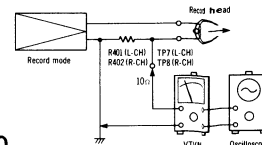

Fig. 20
1. Branchez les appareils comme ci-dessous (voir fig. 20). 2. Placez l'appareil en position enregistrement, le sélecteur de bande sur "normal" (pour bande normale). 3. Lisez la tension sur le voltmètre électronique et calculez le courant de prémagnétisation selon la formule. Courant de prémagnétisation (A) = Tension lue sur voltm. élec. (V) 10(Ω) Autour de 2,2mA (position Metal) Autour de 1,6mA (position CrO₂) Autour de 1,3mA (position Fe-Cr) Autour de 1,1mA (position Normale) 4. Réglez VR401 canal gauche et VR402 (canal droit).
H Vormagnetisierung Bedingung: * Vormagnetisierungsregler: Zentrum * Aufnahme * Wenn die Vormagnetisierung eines Kanals eingestellt ist, kann die des anderen durchaus abweichend sein. Meßgerät: * Röhrenvoltmeter * Oszillograf	1. Den Meßaufbau zeigt Fig. 20. 2. Gerät auf "Aufnahme" und Band schalten. 3. Spannung vom Röhrenvoltmeter messen und nach folgender Formel berechnen: $\text{Vormagnetisierungsstrom (A)} = \frac{\text{Spannung am Röhrenvoltmeter}}{10 \text{ (Ohm)}}$ 4. VR401 (linker Kanal) und VR402 (rechter Kanal) (Fig. 28) abgleichen. NORMALWERT: Ungef. Ungef. Ungef.
- Den Meßaufbau zeigt Fig. 20. - Gerät auf "Aufnahme" und Bandwahlschalter auf "Normal" schalten. - Spannung vom Röhrenvoltmeter ablesen und Vormagnetisierungsstrom nach folgender Formel berechnen: $\text{Vormagnetisierungsstrom (A)} = \frac{\text{Spannung am Röhrenvoltmeter (V)}}{10 \text{ (Ohm)}}$ Ungefähr 2.2mA (Metal position), Ungefähr 1.6mA (CrO₂ position), Ungefähr 1.3mA (Fe-Cr position), Ungefähr 1.1mA (Normal position). - VR401 (linker Kanal) und VR402 (rechter Kanal) abgleichen (S. Fig. 28).
㊦ Bias current Condition: * Bias adjustment control ... Center * Record mode * When bias current is adjusted on one channel only, note that bias current on the other channel may vary. Equipment: * VTVM * Oscilloscope	- Test equipment connection is shown in fig. 20. - Place UNIT into record mode, and tape selector to "Normal". - Read voltage on VTVM and calculate bias current by following formula: $\text{Bias current (A)} = \frac{\text{Value read on VTVM (V)}}{10 (\Omega)}$ Standard value: around 2.2mA (Metal position), around 1.6mA (CrO₂ position), around 1.3mA (Fe-Cr position), around 1.1mA (Normal position) - Adjust VR401 (L-CH), VR402 (R-CH) (See fig. 28).